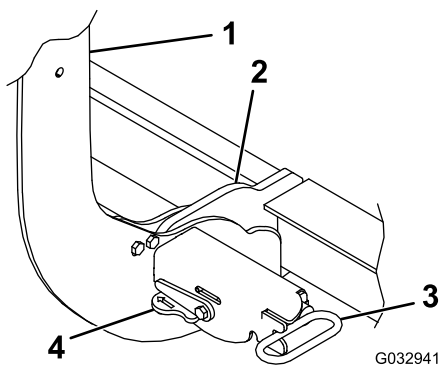

Bild 26
3. Stellen Sie die Hebel an den Kupplungen in die EIN-Stellung (Bild 26).
- Stellen Sie sicher, dass beide Kupplungsfederstifte ganz in der Kupplung eingerastet sind (Bild 26).